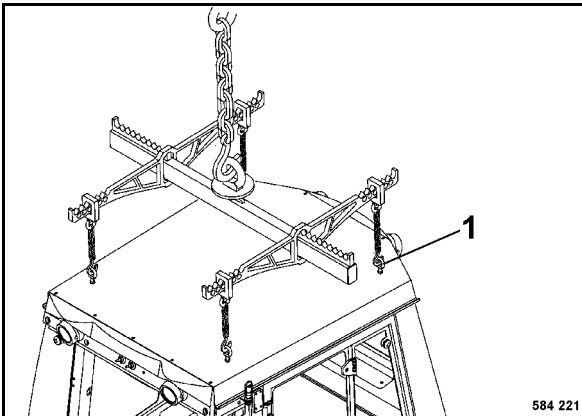

Fig. 201
- Fijar el medio de fijación en las cuatro orejas de elevación 1 (Fig. 201).